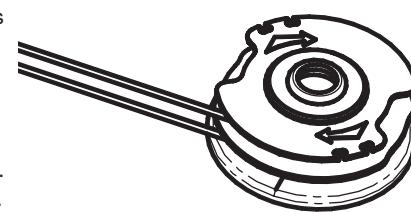

Fig. 17
- Enrolle la línea en la bobina girándola en el sentido de las agujas del reloj (Fig. 17). La línea debe enrollarse cómodamente alrededor de la bobina. No tuerza ni entrecrece la línea. Enrolle la línea hasta que queden 4 pulg. aproximadamente.